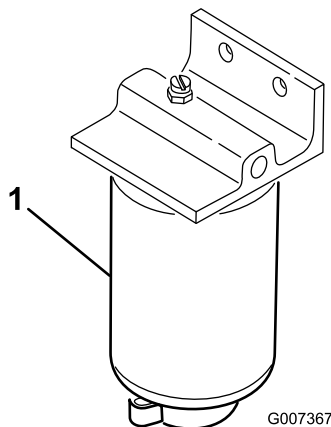

Figura 31
1. Coloque um recipiente limpo debaixo do filtro de combustível (Figura 31).